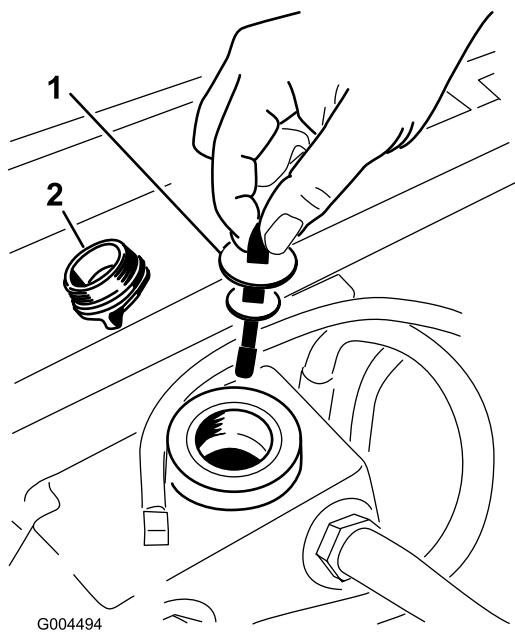

Figure 79
3. Enlevez le bouchon (Figure 79) du goulot de remplissage du réservoir hydraulique.
4. Retirez la jauge et essuyez-la sur un chiffon propre (Figure 79).
5. Remettez la jauge dans le goulot de remplissage, sortez-la de nouveau et vérifiez le niveau de liquide (Figure 79). Si le niveau n'atteint pas la zone crantée de la jauge, ajoutez une quantité suffisante de liquide hydraulique de haute qualité pour faire monter le niveau jusqu'à la zone crantée. **Ne remplissez pas excessivement.**